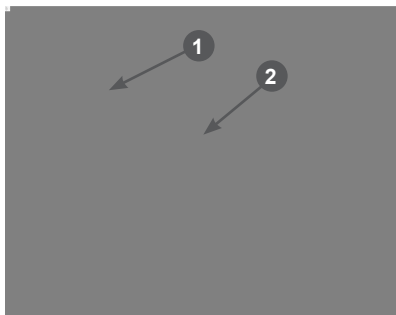

Рис. 6 Крепление троса остановки двигателя
6. Закрепите наконечники тросов остановки двигателя и включения привода хода в соответствующих рычагах. Оболочки указанных тросов закреплены на верхней части рукоятки, верхний трос – трос остановки двигателя, нижний трос – трос включения привода хода. Вставьте Z-образные наконечники тросов в отверстия на соответствующих рычагах с внутренней стороны рычагов. Для примера на Рис. 6 показано крепление наконечника троса остановки двигателя.